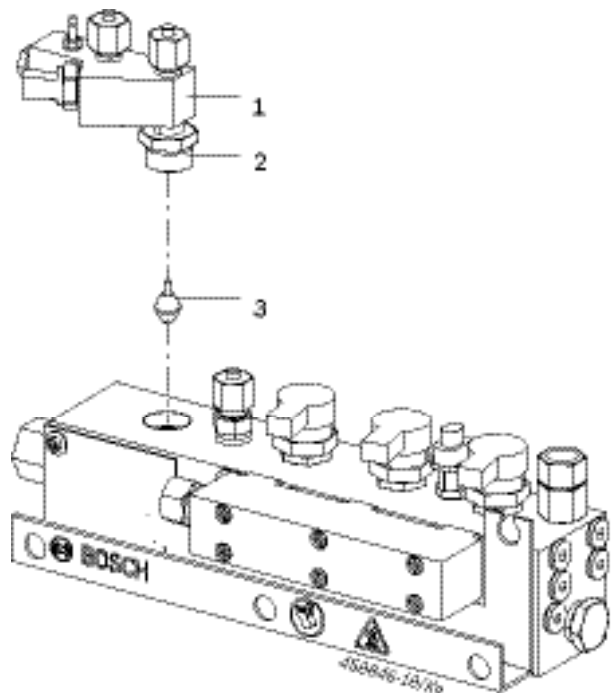

Fig. 18: Замена фильтра
7. Используя ключ, ослабьте гайку (Рис. 18, Поз. 2) на передней рейке (Рис. 18, Поз. 1).
9. Отсоедините фильтр (Рис. 18, Поз. 3) от рейки высокого давления, и утилизируйте.